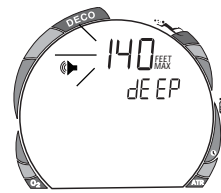

Fig. 25 - Einstellung der Max Tiefe
- Die Anzeigen **FEET MAX** und **dEEP** erscheinen, das Alarm-Symbol und die maximale Tiefe blinken (Abb. 25).